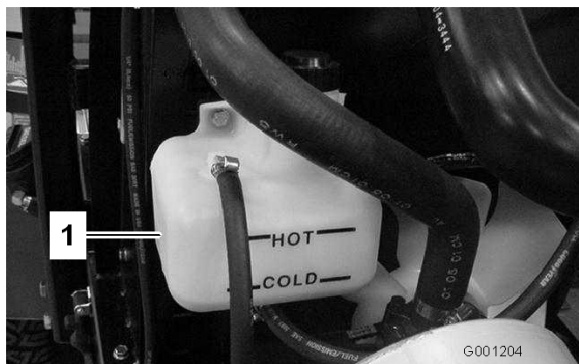

図 23
1. 液量の点検は補助タンクで行う(図 23)。液量が2本のマークの間であれば適正である。